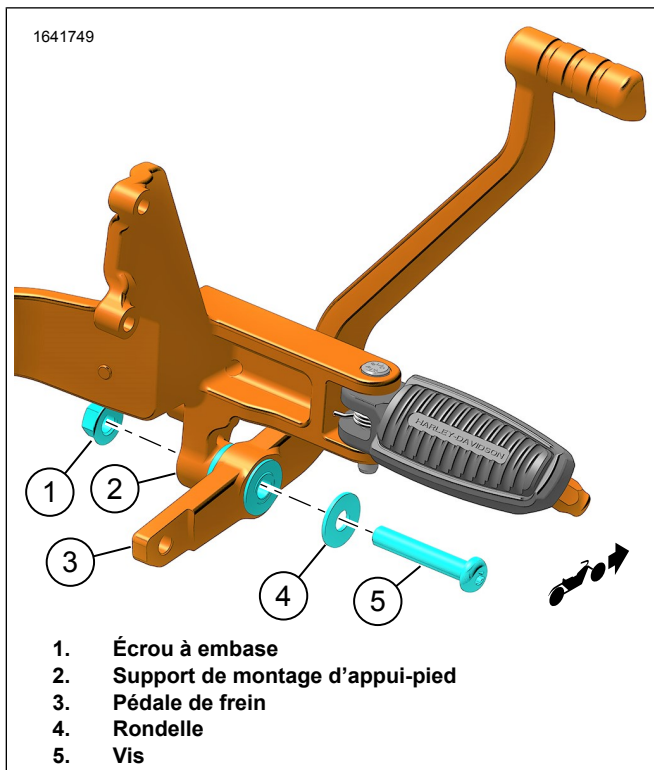

Figure 9. Pédale de frein
1. Voir la Figure 9. Installez la pédale de frein.
- a. Installez le frein (3) sur le support de fixation du repose-pied (2).
- b. Installez la rondelle (4) et la vis (5).
- c. Installez l'écrou à embase (1). Serrer.